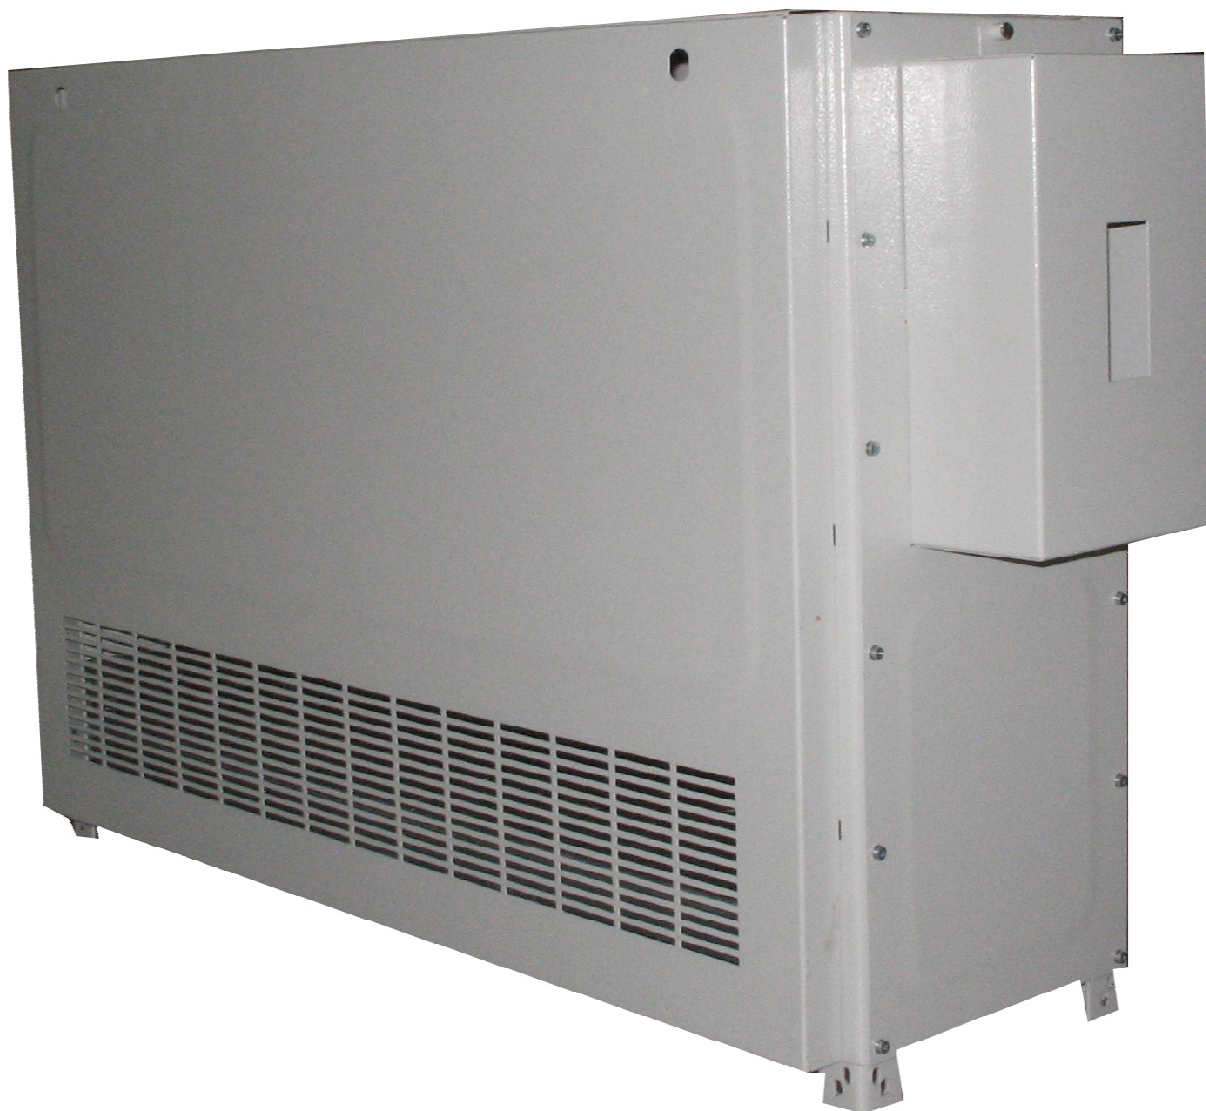

Рисунок 4.4 – Батарейный стеллаж Штиль MBS-01 с модулем защиты АБ
4.7 Закрепить на передней стенке замки (рисунок 4.4).